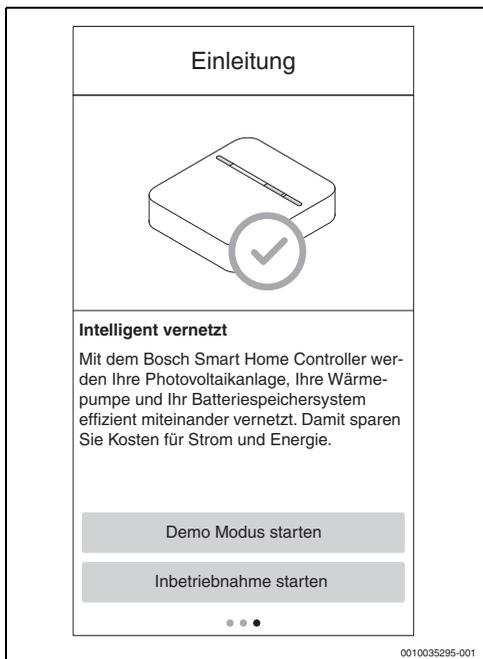

Bild 18 Inbetriebnahme starten auswählen
- Auf dem dritten Introscreen **Inbetriebnahme starten** auswählen (→ Bild 18).
- Auf dem dritten Introscreen **Demo Modus starten** auswählen (→ Bild 18).